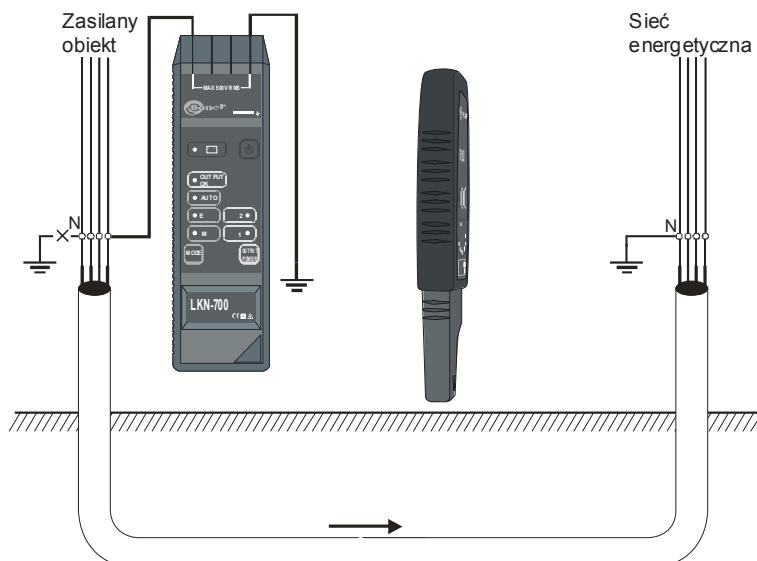

Рис.14 Поиск кабеля в земле – заземление объекта отключено, режим работы «ток» „M”
- Подключить одно из гнезд **1**, **2** передатчика к заземлителю (например, в виде зонда, забитого в землю), как можно дальше от щита, а второе - с фазным проводником кабеля (Рис.14);